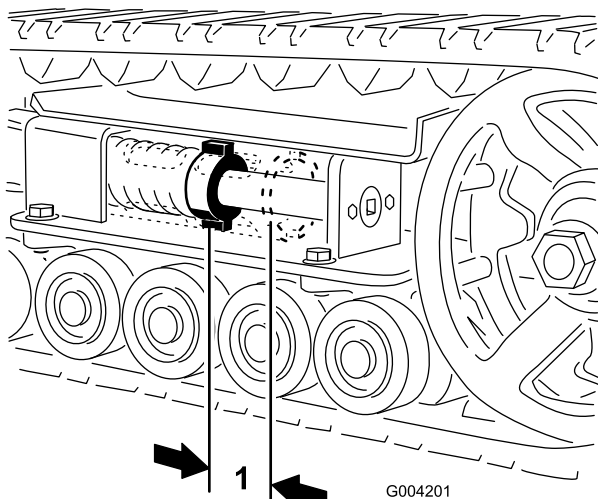
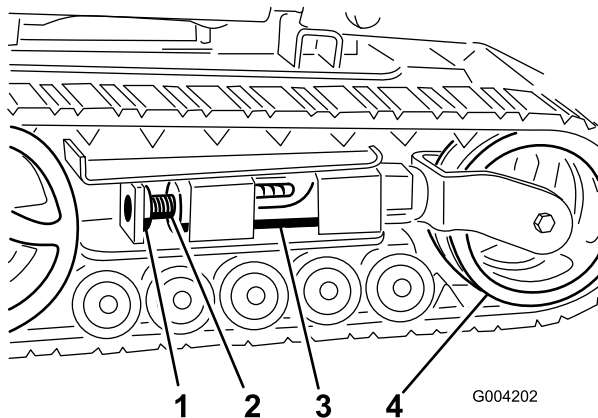
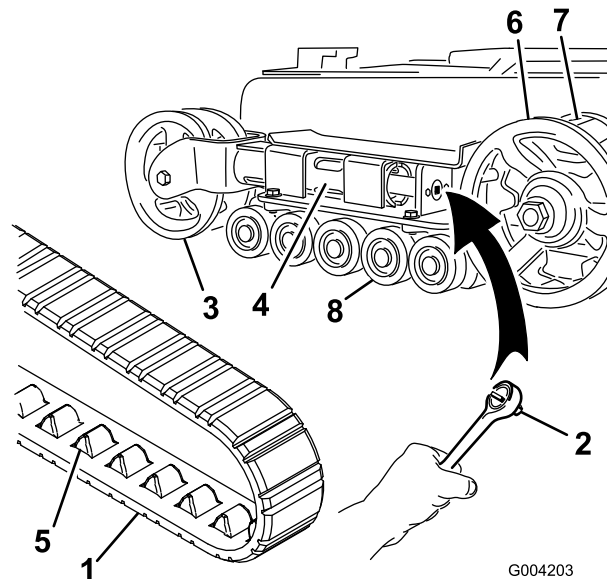
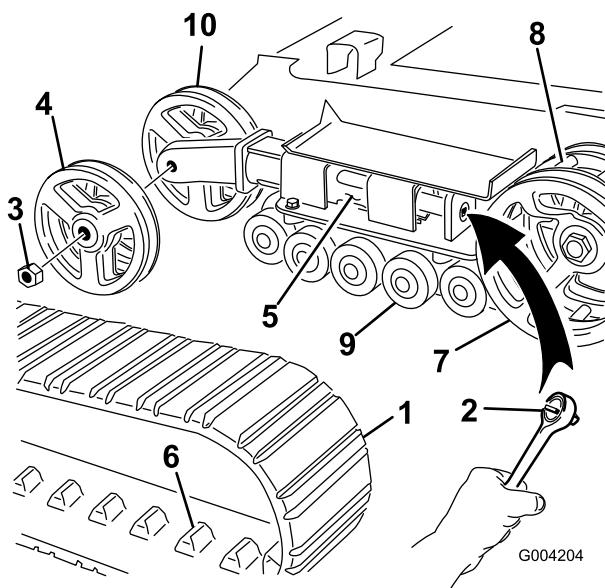

Figura 37
Figura 38
Figura 39
Figura 40
del tubo tensor (Figura 37). Si no es así, ajuste la tensión de las orugas usando el procedimiento siguiente:
3. Retire el perno de bloqueo y la tuerca (Figura 38).
4. Usando una llave de 1/2 pulgada (Figura 39), gire el tornillo tensor en el sentido contrario a las agujas del reloj hasta que la distancia entre la tuerca tensora y la parte de atrás del tubo tensor (Figura 37) sea de 7 cm (2-3/4 pulg.).
5. Alinee la muesca más próxima del tornillo tensor con el taladro del perno de bloqueo, y fije el tornillo con el perno de bloqueo y la tuerca (Figura 38).
4. Usando una llave de 1/2 pulgada, alivie la tensión en la oruga girando el tornillo tensor en el sentido de las agujas del reloj (Figura 38 y Figura 39).
5. Empuje la rueda tensora hacia la parte de atrás de la unidad de tracción para mover el tubo de horquilla contra el bastidor (Figura 39). (Si no toca el bastidor, siga girando el tornillo tensor hasta que lo toque.)
7. Cuando haya retirado la oruga de la rueda tensora, retírela de la rueda motriz y de las ruedas de rodaje (Figura 39).
8. Empezando en la rueda motriz, pase la oruga nueva alrededor de dicha rueda, asegurándose de que los dientes de la oruga encajen entre los espaciadores de la rueda (Figura 39).
9. Empuje la oruga por debajo de y entre las ruedas de rodaje (Figura 39).
11. Gire el tornillo tensor en el sentido contrario a las agujas del reloj hasta que la distancia entre la tuerca tensora y la parte de atrás del tubo de horquilla (Figura 37) sea de 7 cm (2-3/4 pulg.).
4. Usando una llave de 1/2 pulgada, alivie la tensión en la oruga girando el tornillo tensor en el sentido de las agujas del reloj (Figura 38 y Figura 40).
5. Empuje la rueda tensora hacia la parte de atrás de la unidad de tracción para mover el tubo tensor contra el bastidor (Figura 40). (Si no toca el bastidor, siga girando el tornillo tensor hasta que lo toque.)
6. Retire la tuerca que fija la rueda tensora exterior y retire la rueda (Figura 40).
7. Retire la oruga (Figura 40).
8. Retire la tuerca que fija la rueda tensora interior y retire la rueda (Figura 40).
12. Instale la rueda tensora interior y fíjela con la tuerca que retiró anteriormente (Figura 40).
14. Instale la oruga nueva, asegurándose de que los dientes de la oruga encajen entre los espaciadores de la rueda motriz (Figura 40).
15. Instale la rueda tensora exterior y fíjela con la tuerca que retiró anteriormente (Figura 40).
17. Gire el tornillo tensor en el sentido contrario a las agujas del reloj hasta que la distancia entre la tuerca tensora y la parte de atrás del tubo tensor (Figura 37) sea de 7 cm (2-3/4 pulg.).